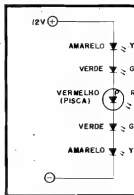
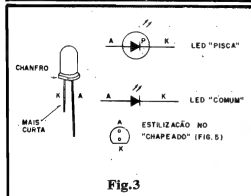

Fig. 1
Fig. 3
- FIG. 1 - O DIAGRAMA ESQUEMÁTICO DO CIRCUITO - Pouca coisa mais do que... NADA! É isso mesmo...! Conforme o Leitor Hobbyista vê da fig. 1, "aparentemente" o circuito do BARRA-PISCA tem apenas os LEDs, em número de 5, "enfileirados" numa ligação convencional "em série"... Nenhum resistor, nenhum capacitor, nenhum transistor ou Integrado! Os que já lidaram com LEDs (e conhecem seus parâmetros e características) não terão muita dificuldade em perceber a razão do "acendimento" dos ditos Diodos Emissores de Luz, dispostos na forma mostrada... Entretanto, qual o motivo da "piscagem"...? Para entender o que acontece, vamos inicialmente referenciar bem os componentes mostrados no esquema: os dois LEDs "de cima", e os dois "de baixo", na "pilha", são comuns... As letras Y-G-R codificam (das iniciais em inglês...) os componentes pelas suas cores, respectivamente Amarelo (yellow), Verde (green) e Vermelho (Red). O LED "do meio", contudo, é um componente um pouco diferente (o que dá prá notar do seu próprio símbolo, circundado por uma linha, e contendo internamente a letra "P", de "pisca"...). Vejamos os detalhes, a seguir...
"chave eletrônica" e o Oscilador de comando no mesmo encapsulamento onde, tradicionalmente, "cabia" um LED comum! Dessa maneira, "por fora", o componente nada difere dos seus companheiros "que não piscam"! Voltando agora, à fig. 1, vemos que todos os 5 LEDs (um "pisca" e quatro "comuns"...), encontram-se "enfileirados" ou "empilhados"... Dessa maneira, a "chave eletrônica" interna do LED "pisca" (o do centro, na "fila") pode comandar, simultaneamente, todo o conjunto, simplesmente permitindo e inibindo, periodicamente, a passagem geral da Corrente responsável pelo "acendimento" dos LEDs... A ausência de qualquer resistor limitador se explica também facilmente: cada um dos LEDs "comuns" determina uma queda de potencial (ou de "voltagem") em torno de 1,8 a 2,0 volts; já o LED "pisca" (pela presença da circuitagem interna de comando...) estabelece um diferencial de Tensão em torno de 4,5V... A totalização da "necessidade de Voltagem" da "fila", portanto, resulta em valor muito próximo dos 12V indicados, com o que simplesmente **nenhum** valor resistivo precisa ser adicionado à "fila"! Em outras palavras: o LED "pisca" mais os 4 LEDs "comuns", precisam quase que exatamente de 12V para que neles se estabeleça a Corrente capaz de fazê-los "acender" (sem exageros que possam "queimá-los"...)! Agora, é bom não esquecer do seguinte: essa é uma condição confortável e econômica, mas
**FIG. 3 - IDENTIFICANDO TERMINAIS DO LED "PISCA" E DO LED "COMUM"** - Uma das razões de recomendarmos o uso de LED "pisca" **vermelho**, e de LEDs "comuns" **verdes e amarelos**, é justamente para prevenir confusões ou "trocas" inadvertidas durante a montagem! Como (salvo as cores, no caso...) as aparências são absolutamente idênticas, essa é uma providência óbvia para evitar "embananamentos"... A figura mostra a aparência geral dos LEDs (todos eles...), enfatizando que o terminal de **cátodo (K)** é sempre o mais curto, e/ou o que sai da peça junto a um pequeno chanfro lateral... A outra "perna", obviamente, é o **ânodo (A)**. Observe, no diagrama, a diferenciação adotada para os símbolos do LED "pisca" e dos LEDs "comuns" (comparem com o "esquema" - fig. 1). No "chapeado" da montagem do BARRA-PISCA, os LEDs serão todos representados pela estilização indicada também na figura, onde o lado "chanfrado" é nitidamente indicado, de modo a - mais uma vez - prevenir inversões quando da inserção e soldagem...
**TAGEM** - A plaquinha, agora, é vista pelo seu lado **não cobreado**, já com os 5 LEDs colocados. Atenção a dois pontos fundamentais: a posição dos chanfros (rever fig. 3, se ocorrerem dúvidas...) e as **cores** dos LEDs, com os **amarelos (Y)** nos extremos, os **verdes (G)** na **segunda e penúltima** posições e o **vermelho**, pisca (P-R) no centro. Notem as duas ilhas (furações) extremas, marcadas com (+) e (-), destinadas respectivamente às conexões de alimentação **positiva** e **negativa** (dos necessários 12 VCC).